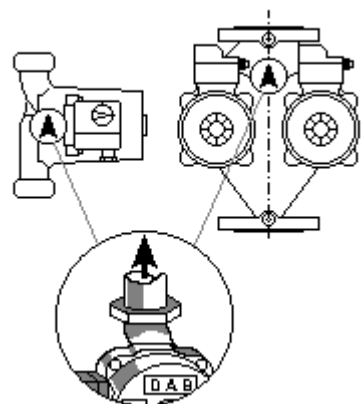

Рис. 6
■ **ВСЕГДА** располагайте циркуляционный насос таким образом, чтобы вал двигателя находился в горизонтальном положении (рис. 6). Установка должна производиться так, чтобы во время монтажа и техобслуживания капли воды не смогли попасть на двигатель и клеммную коробку. Не рекомендуется устанавливать насос клеммной коробкой вниз.